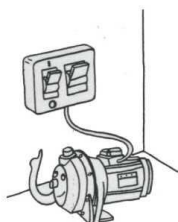

Рис. 11
- Подсоединение должно быть выполнено с использованием многополюсного контакта. Для дополнительной защиты необходимо установить дифференциальный выключатель с током отсечки $0,03\text{ A}$ (см. рис. 11) Контрольные характеристики (напряжение, частота, входящий ток) указаны на табличке (шильдике) насоса.